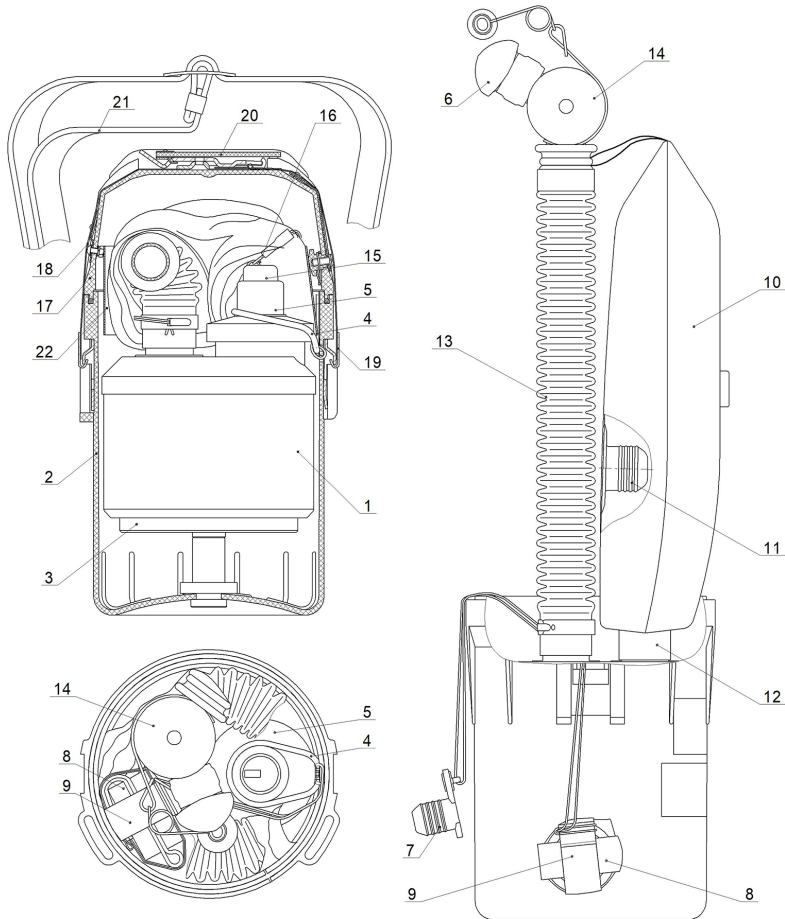
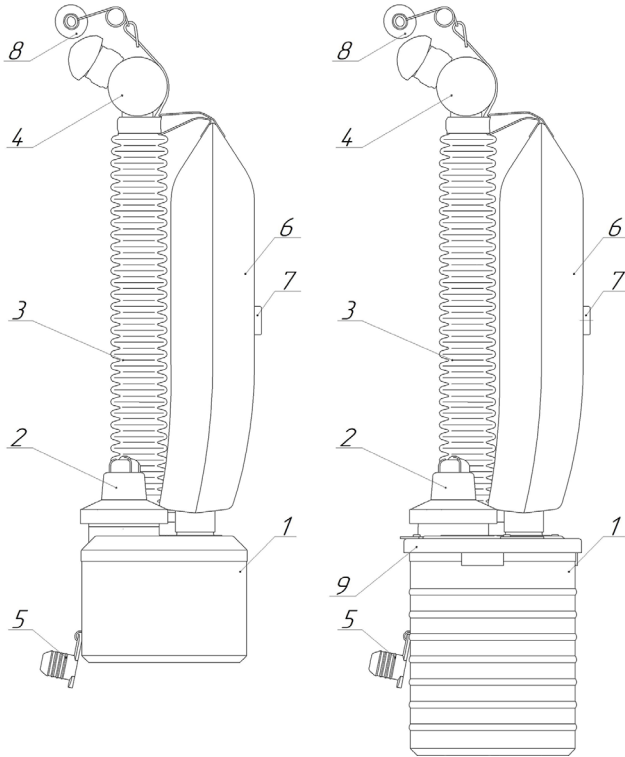

Рис. 2. Загальний вигляд і будова навчального саморятівника ТРЕНЕР
Рис. 3. Загальний вигляд одноразового 15-/35- і 60-хвилинного комплекту для тренування умов дихання:
Загальний вигляд і будова саморятівника навчального ТРЕНЕР із картриджем-імітатором, а також вигляд у стані застосування подано на рис. 2, загальний вигляд одноразового комплекту для тренування умов дихання — на рис. 3.
Навчальний саморятівник складається з таких основних частин (рис. 2): корпусу 2 з уставкою 3, кришки 17, картриджа-імітатора 1, системи повітровідної (що містить мішок дихальний 10, трубку гофровану 13 зі швидкороз'ємним фланцем для заміни ТВО-імітатора 14 і загубник 6) та окулярів 8. До патрубків картриджа приєднано дихальний мішок 10 і трубку гофровану 13.
У початковому стані повітровідну систему упорядковано покладено під кришкою 17 (рис. 2), яка притискається до корпусу 2 за допомогою двох стяжних стрічок 18 і 19. Вони зачіпляються скобами, розташованими на корпусі 2, і утворюють на кришці 17 замок, що швидко розкривається, який захищений установленою накладкою 20. Навчальний саморятівник призначений для плечового носіння й має для цього ремінь 21.
У разі установки в корпус картриджа регенеративного 1 (рис. 3) з багаторазовою повітровідною системою або одноразового комплекту для тренування умов дихання застосовується ТВО 4. У місцях приєднання трубки гофрованої до картриджа й ТВО встановлено швидкороз'ємні фланці (на багаторазовій повітровідній системі).
- у разі відкривання замка (рис. 2), утвореного стрічками 18 і 19, та скиданні кришки 17, долаючи зусилля магніту, ковпак 15 витягується з імітатора пускового пристрою 5. Зусилля відкриття замка й зусилля відриву магніту від імітатора пускового пристрою навчального саморятівника ТРЕНЕР відповідає аналогічним параметрам саморятівників , 1PVM KS, ШСС-1П KS, завдяки чому тренується навичка включення;
- у разі відкриття замка (рис. 2), утвореного стяжними стрічками 18 і 19, та скидання кришки 17 (рис. 2) автоматично спрацьовує пусковий пристрій 2 (рис. 3) і дихальний мішок 6 наповнюється киснем, необхідним для дихання людини в початковий період. Зусилля відкриття замка й запуску пускового пристрою навчального саморятівника ТРЕНЕР відповідає аналогічним параметрам саморятівників 1PVM KS, ШСС-1П KS, завдяки чому тренується навичка включення;
- у разі включення користувача й видиху в навчальний саморятівник повітря потрапляє через ТВО 4 (рис. 3), трубку гофровану 3, регенеративний картридж 1 і надходить у дихальний мішок 6. Регенеративний картридж споряджено кисневмісною речовиною (надпероксидом калію KO_2), яка поглинає з повітря, що видихається людиною, вуглекислий газ (CO_2) і виділяє кисень (O_2). Надлишок повітря з дихального мішка 6 видаляється в атмосферу через клапан надлишкового тиску 7. Повітря під час вдиху проходить у зворотному напрямку й, додатково збагачуючись киснем, надходить до органів дихання людини. Завдяки диханню в навчальному саморятівнику ТРЕНЕР, укомплектованому картриджем регенеративним, повністю відтворюються умови й тренується навичка дихання в саморятівниках 1PVM KS, ШСС-1П KS;